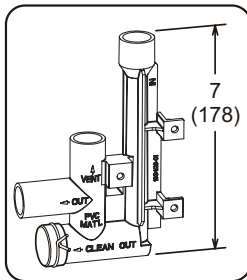

Figura 49
- 3 - Instale la tapa sobre la abertura de limpieza en la base de la trampa. Sujétela con una abrazadera. Ver la Figura 49.
- 4 - Instale la trampa de drenaje con los accesorios de PVC apropiados y aplique pegamento a todas las uniones. Aplique pegamento a la trampa de drenaje como se muestra en la Figura 49. Dirija la línea de condensado a un drenaje abierto.